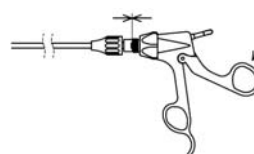

図 3
- 3) ローテータの白点が12時の位置にあることを確認し、ハンドルを閉じる。(図3)